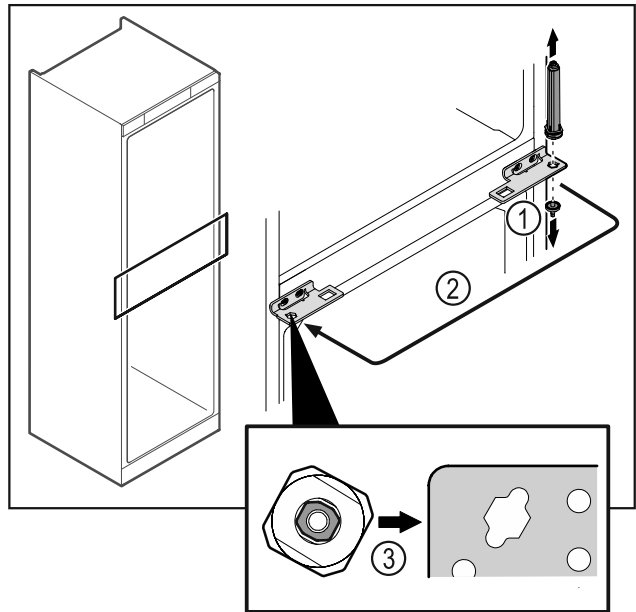

Fig. 38
- Scharnierbolzen Fig. 38 (1) abschrauben.
- Türschließsystem Fig. 38 (2) umsetzen.
- Beim Einsetzen auf die korrekte Ausrichtung des Türschließsystems Fig. 38 (3) achten.